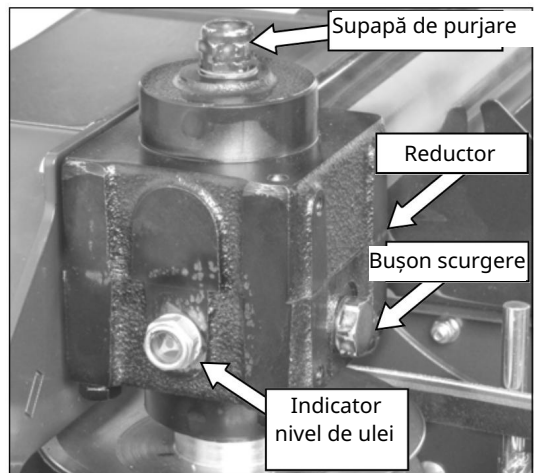

Fig. 17
Verificați nivelul uleiului din reductor la fiecare 10 ore de funcționare. Verificați pe o suprafață orizontală cu motorul oprit. Indicatorul (vizorul) pt. nivelul uleiului (Fig. 17, 18) indică nivelul corect. Nu trebuie să fie nici mai jos, nici mai sus.
Nu slăbiți niciodată indicatorul pt. nivel (Fig. 17); se pierde etanșarea. Utilizați Loctite 638 pentru a-l etanșa și asigura.
Nu demontați niciodată reductorul (Fig. 17) de pe dispozitivul de cosit-tocat. Este dificil să-l montați înapoi și este necesară reglarea poziției de montaj.
- 1) Demontați supapa de purjare (Fig. 17).